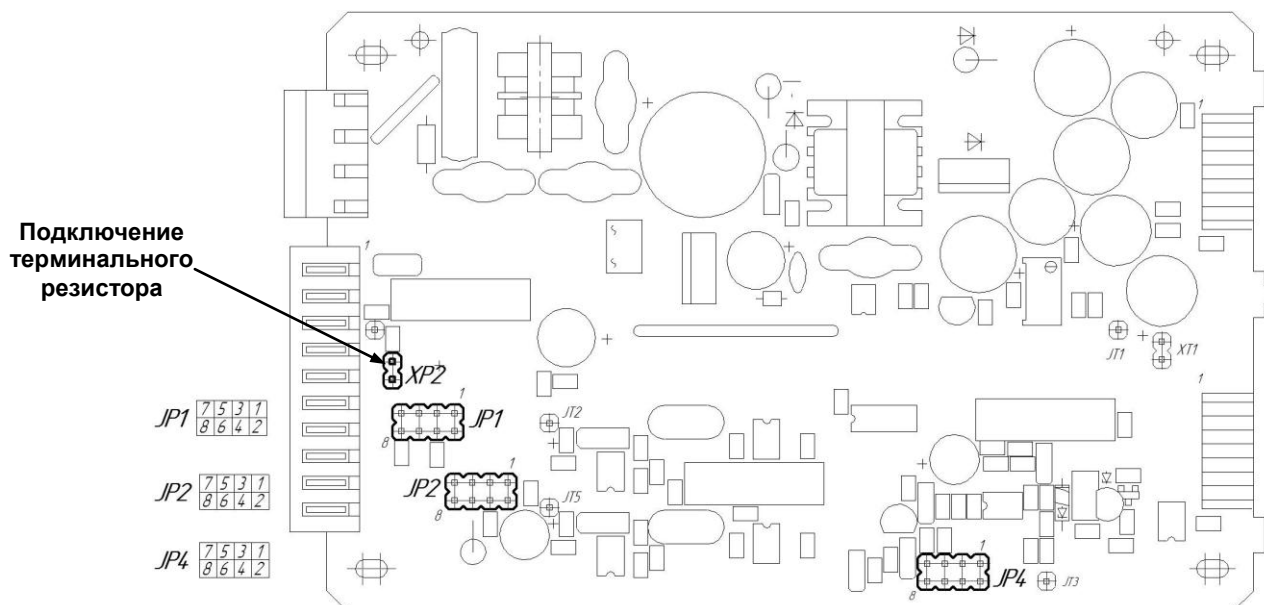

Рисунок 4.1 – Положение переключателей на плате входов БРУ-110
- установить положение переключателей на модуле универсальных входов в положение согласно выбранному типу входного сигнала БРУ-110 (таб. 4.1, рис. 4.1).
Диапазон изменения выходного аналогового сигнала АО устанавливается переключателями JP4 (см. рисунок 4.1) на модуле универсальных входов/выходов. Типы выходного сигнала и соответствующие положения переключателей приведены в таблице 4.2.